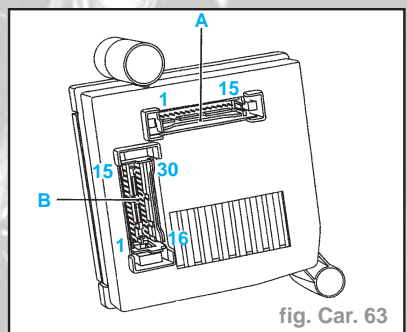

fig. Car. 63
- Affectation des connecteurs (fig. Car. 63).